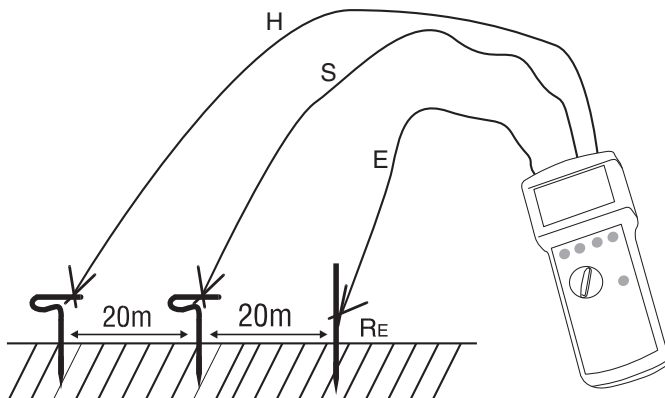
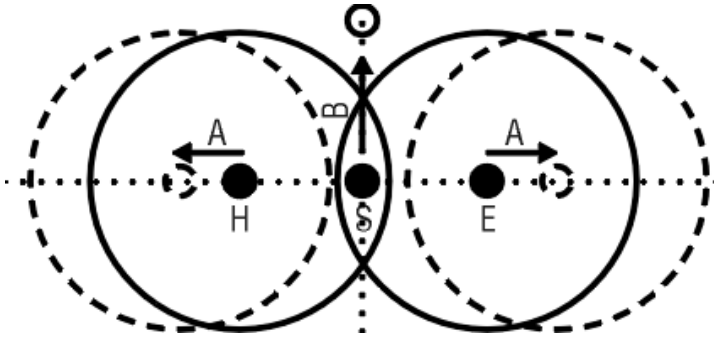

Figure 4 : mesure tripolaire
Figure 5 : cône de mesure
- 1) Agencez les piquets du conducteur de terre auxiliaire et de la sonde comme le montre la figure 4. Cette configuration peut également prendre la forme d'un triangle. La distance entre la sonde et le conducteur de terre d'une part, et le conducteur de terre auxiliaire d'autre part, doit être d'au minimum 20 m. Posez les fils soigneusement, veillez à ce qu'ils soient le moins parallèles possible, et qu'ils ne se croisent pas pour éviter les injections.
- 2) Reliez les lignes de mesure aux piquets de terre conformément à la figure 4.
- 3) Amenez le sélecteur de mode de mesure (13) sur la position « 3 pol ».
- 4) Réglez la tension de contact souhaitée par la touche « UL » (11).
- 5) Si vous le souhaitez, réglez la fréquence sur la sélection manuelle par la touche « auto/man » (16) et la fréquence de mesure par la touche « f1/f2 » (12).
- 6) Appuyez sur la touche « Start » (14).
- B :** placez le piquet de terre de la sonde, comme illustré par la figure 5, sur un point de la droite situé hors du cône de tension, puis refaites la mesure.